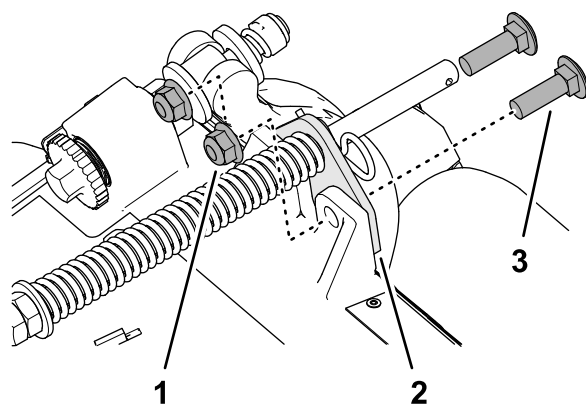

Figura 8
2. Îndepărtați cele 2 contrapiulie cu guler ($\frac{3}{8}$ ") i cele 2 uruburi de fixare ($\frac{3}{8}$ " x $1 \frac{1}{4}$ ") care fixează suportul de compensare pentru gazon pe cadrul unității de tăiere (Figura 8).